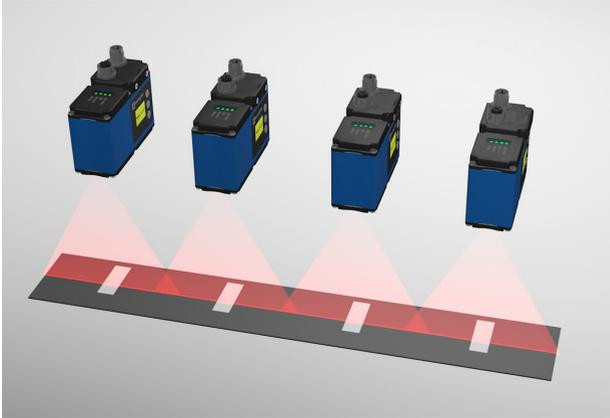

Abb. 45: Messaufbau mit Lochblech zur Kalibrierung
- Unterhalb der Sensoren befindet sich ein Kalibrierobjekt mit Spalten, wobei die Anzahl der Spalten der Anzahl an verwendeten Sensoren entsprechen muss (siehe Abb. 45).